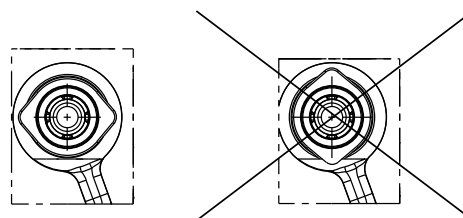

Fig. 5 Colocar la junta tórica en la parte fija del cierre mecánico (sólo SiC/SiC).
2. Empujar la parte fija del cierre. Ver fig. 5.